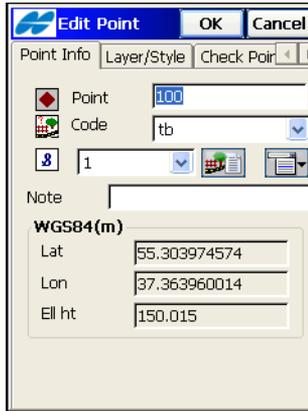

Abbildung 6-2. Neue Punktdaten eingeben
- Geben Sie auf dem Register *Punktinfos* die neuen Daten für den Punkt ein: Name, Code und, sofern gewünscht, Notiz (Abbildung 6-2).
- Zum Festlegen von Code und Attributen für den Code tippen Sie auf das Symbol *Attributliste* (Abbildung 6-2).